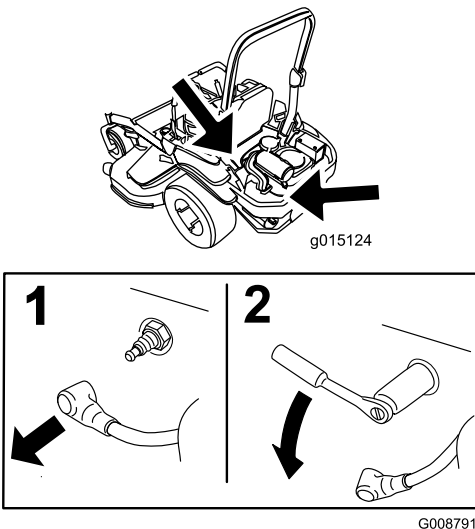

Bild 42
3. Entfernen Sie die Zündkerzen (Bild 42).